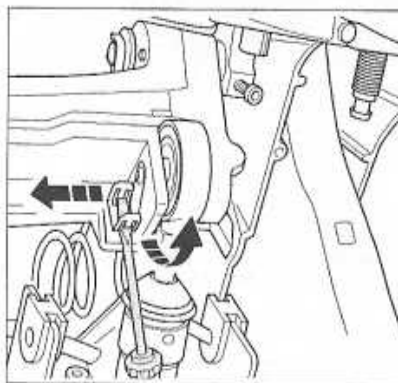

FIGURE 2-3
- À l'aide d'un tournevis, déposer l'axe de liaison cylindre émetteur/pédale d'embrayage (figure 2-3).